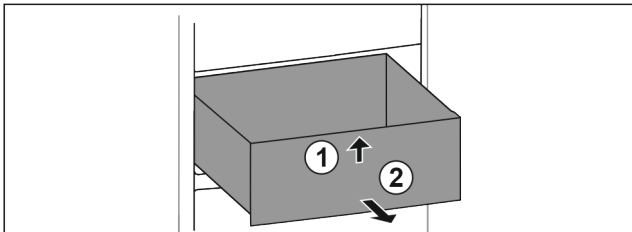

Fig. 91
- ▶ Підняти висувний ящик спереду. Fig. 91 (1)
- ▶ Вийняти висувний ящик рухом вперед. Fig. 91 (2)